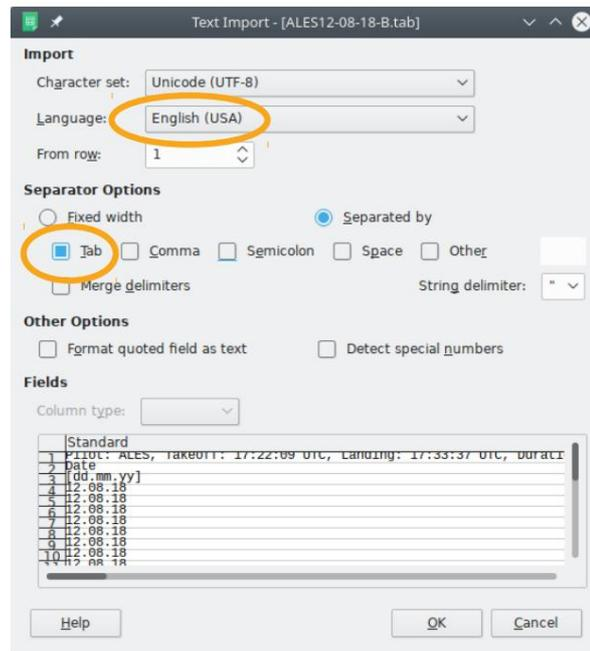

Abbildung 6.6: Ein Beispiel für das Calc-Textimportfenster.
5. Calc erkennt, dass eine Textdatei importiert wird und öffnet ein Fenster wie in Abbildung 6.6 dargestellt. Achten Sie darauf, dass als Trennzeichen die Option Tabulator und als Sprache Englisch (USA) ausgewählt ist. Dadurch wird sichergestellt, dass Dezimalwerte korrekt importiert werden.